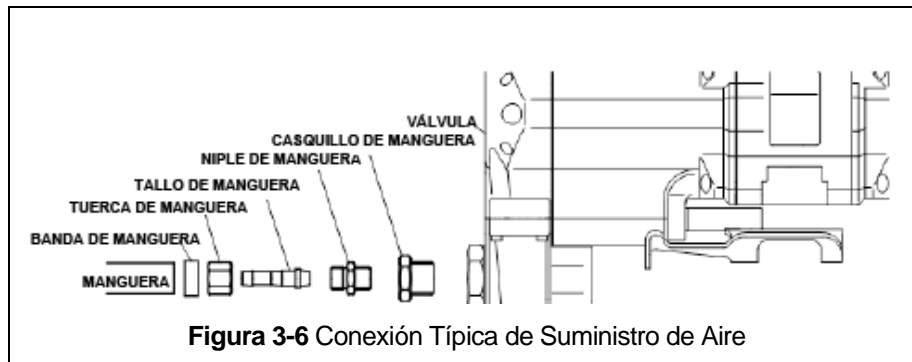

Figura 3-6 Conexión Típica de Suministro de Aire
3.9.5 Hacer conexiones al suministro de aire; referencia Figura 3-6. Use un adaptador reductor en la sección de la válvula del polipasto para tamaños de manguera mayores de 19mm NPT.